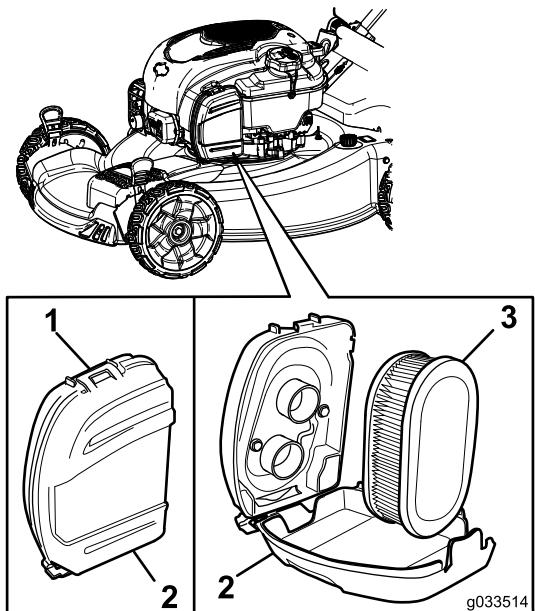

図 24
- エアフィルタカバー上部のクリップを外す図 24。
- エアフィルタを取り外す(図 24)。